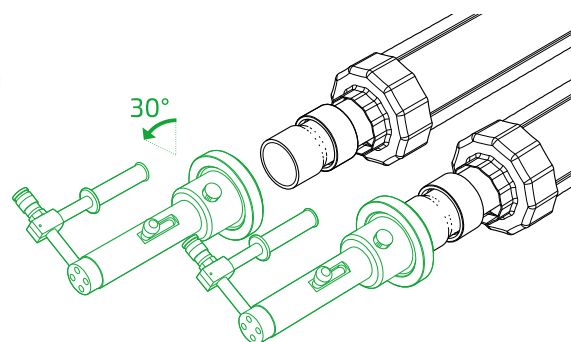

Рис. 4.5.7
- Сравнить давление в насосе. Повернуть гидроцилиндр с насадкой на 30° и повторить предыдущую операцию (рис. 4.5.7).